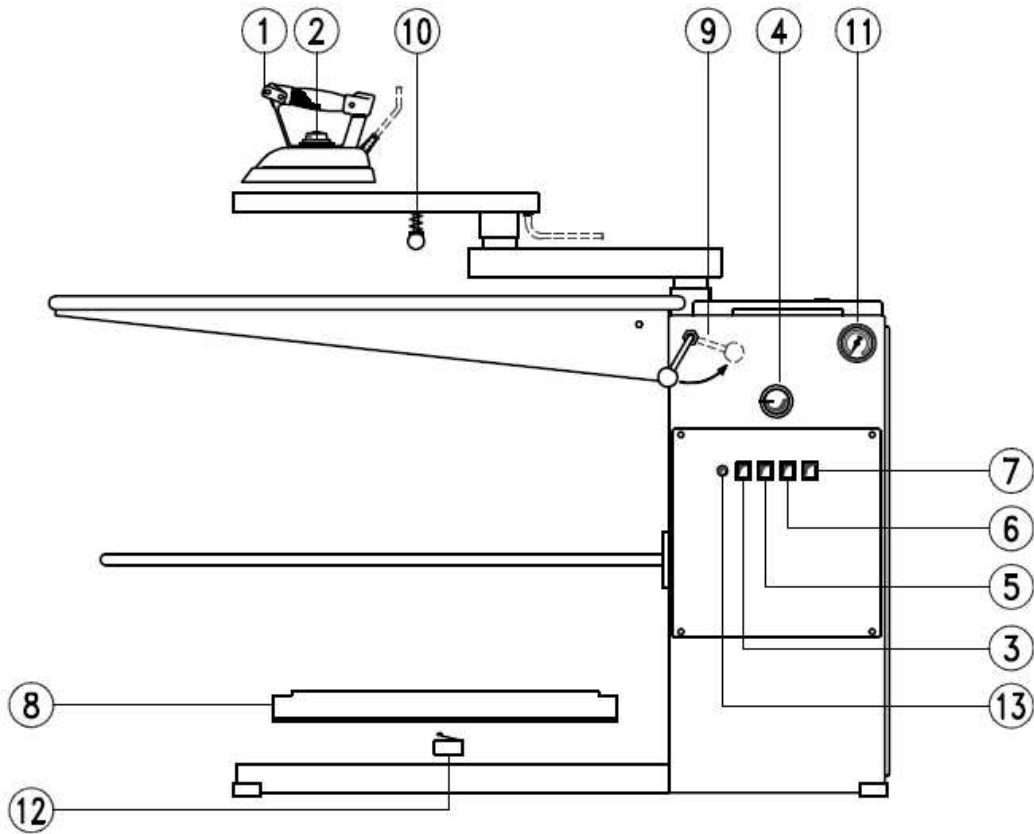
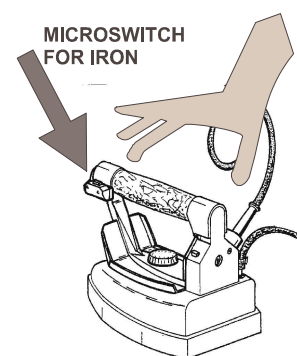

FIG. 1
Рис. 3
2. Включить кнопку выключателя (рис. 1), повернуть рукоятку термостата на 80/90° (рис. 1): когда сигнальная лампочка погаснет, стол готов к работе.
1. Гладить утюгом изделие для глажения (рис. 3), периодически нажимая на кнопку подачи пара на утюге и одновременно нажимать на педаль вытяжки воздуха из гладильного стола (рис. 1). Причем педаль включения вытяжки рекомендуется
4. Во время глажения всегда ставьте утюг на специальный коврик на столе (рис. 1) Необходимо следить, чтобы паровой шланг и электропровод не перекручивались и не косались гладильного стола, это может вызвать разрыв парового шланга или короткое замыкание в электропроводке.
5. При потере воды из утюга (рис. 3);
7. Промывать или чистить утюг водой (рис. 3).
Рекомендуем проводить замену чехла каждые 320 часов работы на нем, или максимум каждые 3 месяца. Во время этой операции стол должен быть холодным и выключен от сети (рис. 1: чехол). **Примечание:** Чехол можно стирать 1-2 раза.